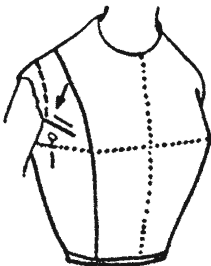

Рис. 23
9. *Если вытачка от груди слишком мелкая*, то из-за этого у проймы образуется провисание (см. стрелку на рис. 23) (если расположить плотно на мини-манекене, в указанном месте образуется хорошо видимое провисание). Оно вызвано тем, что плечи чересчур наклонены вперед. Убирая его в пройму, вы лишь подчеркнете неправильное положение плеч и при этом ограничите свободу движения рук.